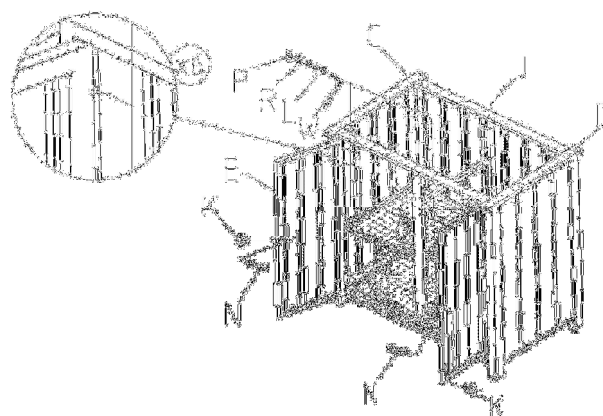

Figura 4
4. Monte el marco de la puerta (E), el lado izquierdo (C), el lado derecho (D) y el divisor (F) junto con 6 tornillos $\frac{1}{4}$ in x 30 mm (L), 6 arandelas planas (P) y 6 arandelas de resorte (R) Utilizando la llave Allen (W); Coloque la perilla (K) a la puerta (E) con el tornillo # 4 x 30 mm (N) (ver Figura 4).